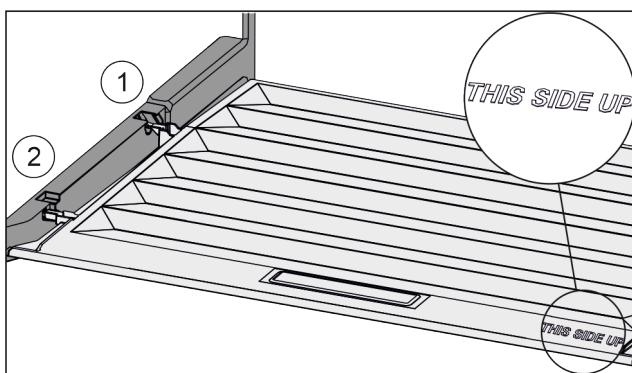

Fig. 112
- Výstupky veka zavedte cez otvor zadného držiaka Fig. 112 (1) a zaistite vpred v držiaku Fig. 112 (2).